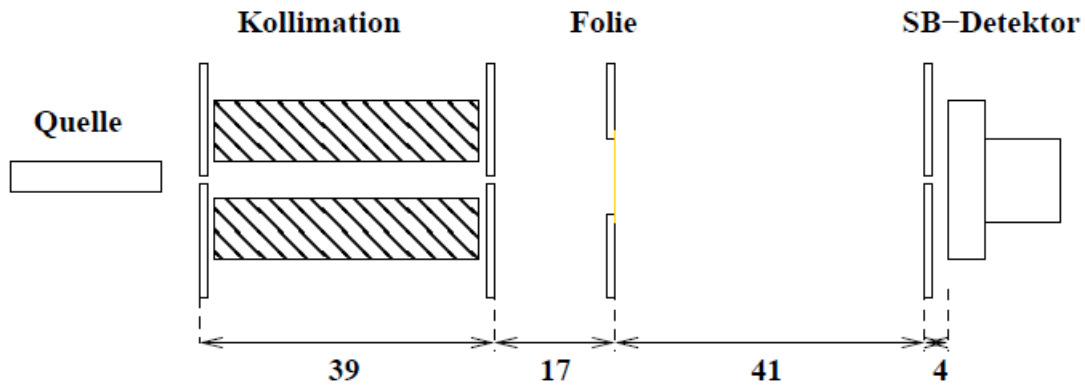

Abb. 1 Schematische Darstellung der Messapparatur
- Untersuchen Sie den differentiellen Streuquerschnitt für eine dünne Goldfolie. Messen Sie hierzu die Zählrate I in Abhängigkeit vom Streuwinkel und stellen Sie den differentiellen Wirkungsquerschnitt als Funktion des Streuwinkels graphisch dar. Berechnen Sie den Raumwinkel mit Hilfe der in Abbildung 1 gezeigten Geometrie. Vergleichen Sie die gemessenen Werte mit den theoretischen berechneten. Diskutieren Sie evtl. Abweichungen bei kleinen und großen Winkeln.